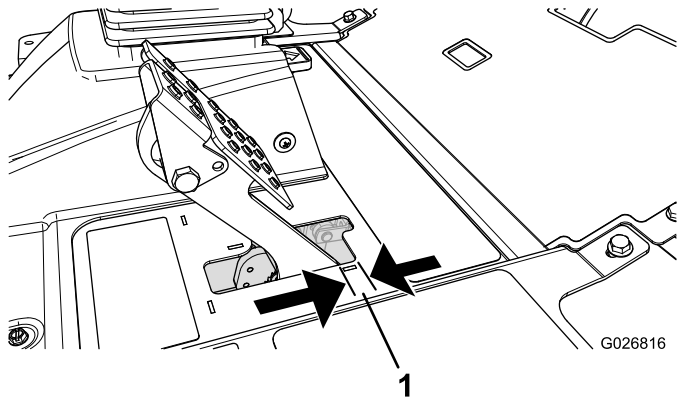

Figure 71
Réglez les freins si la garde à la pédale de frein est supérieure à 2,5 cm (Figure 71) ou si la force de maintien offerte est insuffisante. La garde est la distance parcourue par la pédale de frein avant que le freinage soit ressenti.
2. Serrez l'écrou arrière afin de pouvoir déplacer le câble en arrière jusqu'à obtention d'une garde de 0,63 à 1,27 cm (Figure 71), avant le blocage des roues.